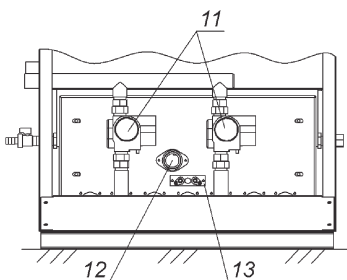

Рисунок 3. Внешний вид, двухступенчатого котла ALFA COMFORT E.
11. Газовый клапан с автоматикой. Для котлов ALFA COMFORT E 55; E 60; E 70 см. рисунок 3, расположен под лицевой панелью